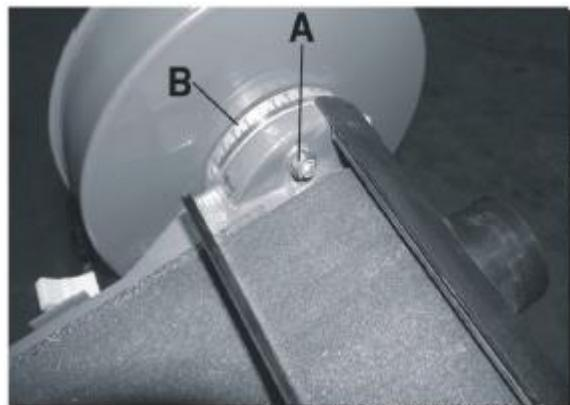

Рис. 13
1. Ослабить две гайки (A), рис. 13 (вторая гайка находится под первой).
2. Медленно поднять или опустить корпус ленты на требуемый угол. Угол шлифовальной ленты указывается на шкале (B).
3. Для закрепления затянуть две гайки (A).